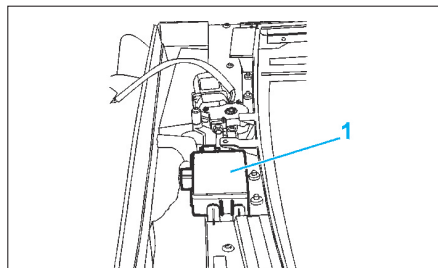

Fig. 53
- Déposer le boîtier (1) (Fig.53).